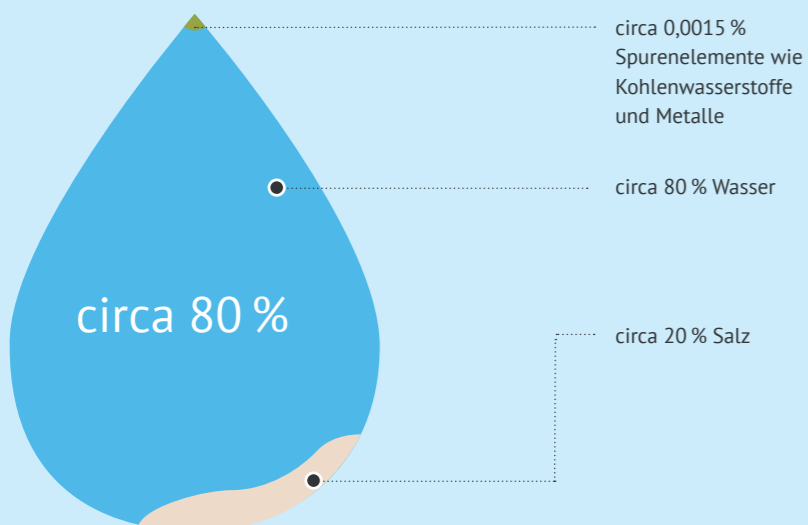

Abb. 4 Zusammensetzung Lagerstättenwasser in Schönewörde
**Lagerstättenwasser** ist ein natürlicher Bestandteil in Erdgas- und Erdöllagerstätten. Es besteht aus Wasser, gelösten Salzen und Kohlenwasserstoffen. Die genaue Zusammensetzung variiert in Abhängigkeit von der Lagerstätte. Lagerstättenwasser ist nach deutschem und EU-Gesetz weder als Gift noch als Gefahrgut oder gefährlicher Stoff eingestuft. Die Beschaffenheit des Lagerstättenwassers in Schönewörde wurde in den Jahren 1990, 1996 und 2018 untersucht. Auf Basis dieser Analysen wird das Lagerstättenwasser in die Wassergefährdungskategorie I (WGK I) eingeordnet. Die Zusammensetzung wird in Abb. 4 dargestellt.